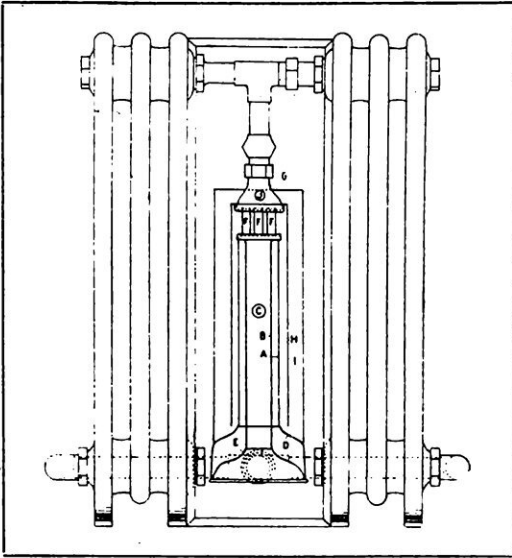

FIG. 1. — ÉLÉMENTS D'UN RADIATEUR RENAUX-TUYPENS CHAUFFÉ AU GAZ
Divers montages sont possibles ; ils sont représentés figures 1, 2, 3 et 4. Sur chaque figure, *C* est la galène détectrice, *D* un condensateur de 0,002 microfarad environ, en dérivation sur le téléphone *E*, dont la résistance sera de 2.000 à 4.000 ohms.
Quand on utilise une seule bobine avec leurs groupes de prises, les connexions sont faites comme le montre la figure 1. *B* est la bobine qui est munie de prises variables. Le condensateur fixe *A*, placé en série dans le circuit d'antenne, aura une valeur de 0,001 microfarad environ.
**C**ES foyers, chauffés au gaz ou au pétrole, sont constitués par quatre à X... éléments chacun, reliés entre eux par un coffre central dans lequel se trouve la chaudière (fig. 1). Celle-ci est composée de deux tronçons cylindriques *A* et *B*, entre lesquels se trouve
FIG. 1. — VUE, SOUS UNE ÉPAISSE COUCHE DE NEIGE, DE L'APPAREILLAGE ÉLECTRIQUE EXTÉRIEUR, SOUS UNE TENSION DE 60.000 VOLTS, DE LA SOUS-STATION DE TOURNAY (HAUTES-PYRÉNÉES), INSTALLÉE POUR LA COMPAGNIE DES CHEMINS DE FER DU MIDI.